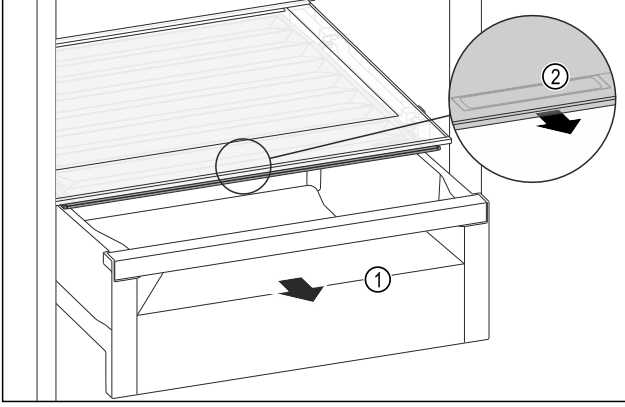

Fig. 108
- Çekmece bölmesini Fig. 108 (1) çekerek çıkarın.
- Raf kapağındaki tutma boşluğundan Fig. 108 (2) tutun ve aynı anda raf kapağını öne doğru çekin.